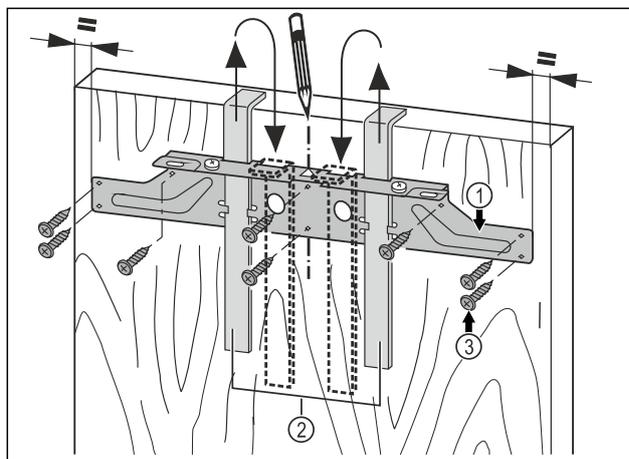

Fig. 15
- ▶ Agganciare la traversa di fissaggio Fig. 15 (1) con gli ausili di montaggio Fig. 15 (2) al lato interno della porta del mobile.
- ▶ Allineare la traversa di fissaggio Fig. 15 (1) centralmente sulla porta.
- ▶ Avvitare la traversa di fissaggio Fig. 15 (1) con almeno 6 viti Fig. 15 (3).
- ▶ Avvitare la traversa di fissaggio Fig. 15 (1) con 4 viti Fig. 15 (3) sul bordo.
- ▶ Estrarre verso l'alto gli ausili di montaggio Fig. 15 (2) e inserirli ruotati nelle aperture di supporto adiacenti.